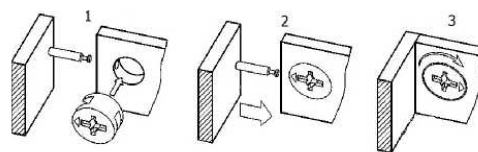

Рис. 4 - Соединение эксцентриковой стяжкой
2.1 Сначала соберите опора левая (3) опора правая (2) лицевая панель (5) - при помощи шкантов и эксцентриковых стяжек, завернув эксцентрики (Рис.4, Рис.5).